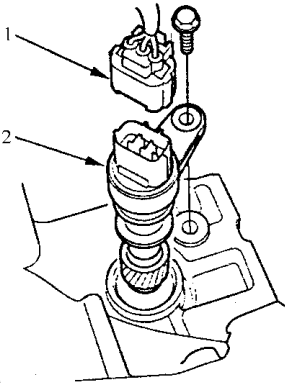

图 12-39 拆卸 VSS 车速传感器 3P 插接器
2) 如图 12-39 所示，从车速传感器(VSS)上断开 3P 插接器。